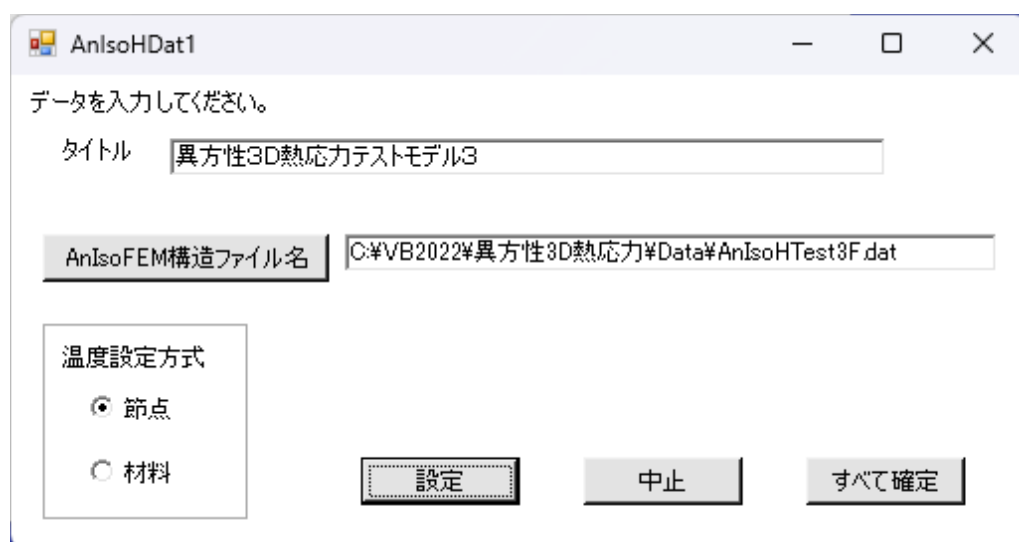

図4-2 データ仕様入力画面
サブメニューの「データ入力・修正」を選択すると、図4-2のデータ仕様入力画面となります。同図では図3-1のテストモデルを取り上げており、以降も同じです。本画面の入力について、以下に補足説明します。
- ②すべての負荷節点温度データを入力し終わったら、「設定」ボタンをクリックして図4-2のデータ仕様入力画面に戻ります。
- ①材料毎に、初期温度と負荷温度を入力します。
- ②すべての材料温度データを入力し終わったら、「設定」ボタンをクリックして図4-2のデータ仕様入力画面に戻ります。